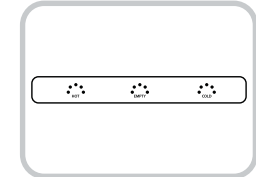

Fig.3
6. Prenda el interruptor de agua caliente, espere un par de minutos y prenda el interruptor de agua fría. Permita que la unidad alcance las temperaturas mínimas de agua caliente y fría. Esto tomará aproximadamente de 30 a 45 minutos y las Luces Indicadoras se apagarán. (Fig. 3)